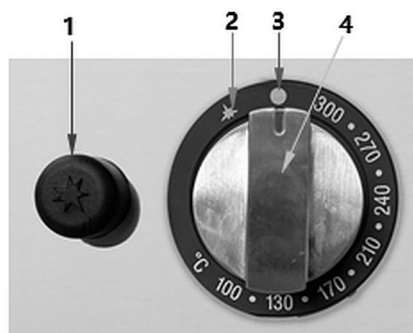

Fig. 12
2. Appuyez sur le bouton rotatif (4, fig. 12) et tournez-le dans le sens inverse des aiguilles d'une montre jusqu'à la position d'allumage ★.
3. Maintenez le bouton rotatif (4) enfoncé et appuyez plusieurs fois sur le bouton d'allumage piézoélectrique (1) pendant environ 20 secondes jusqu'à ce que la veilleuse s'allume.
5. Si la flamme s'éteint lorsque vous relâchez le bouton rotatif (4), répétez l'opération.